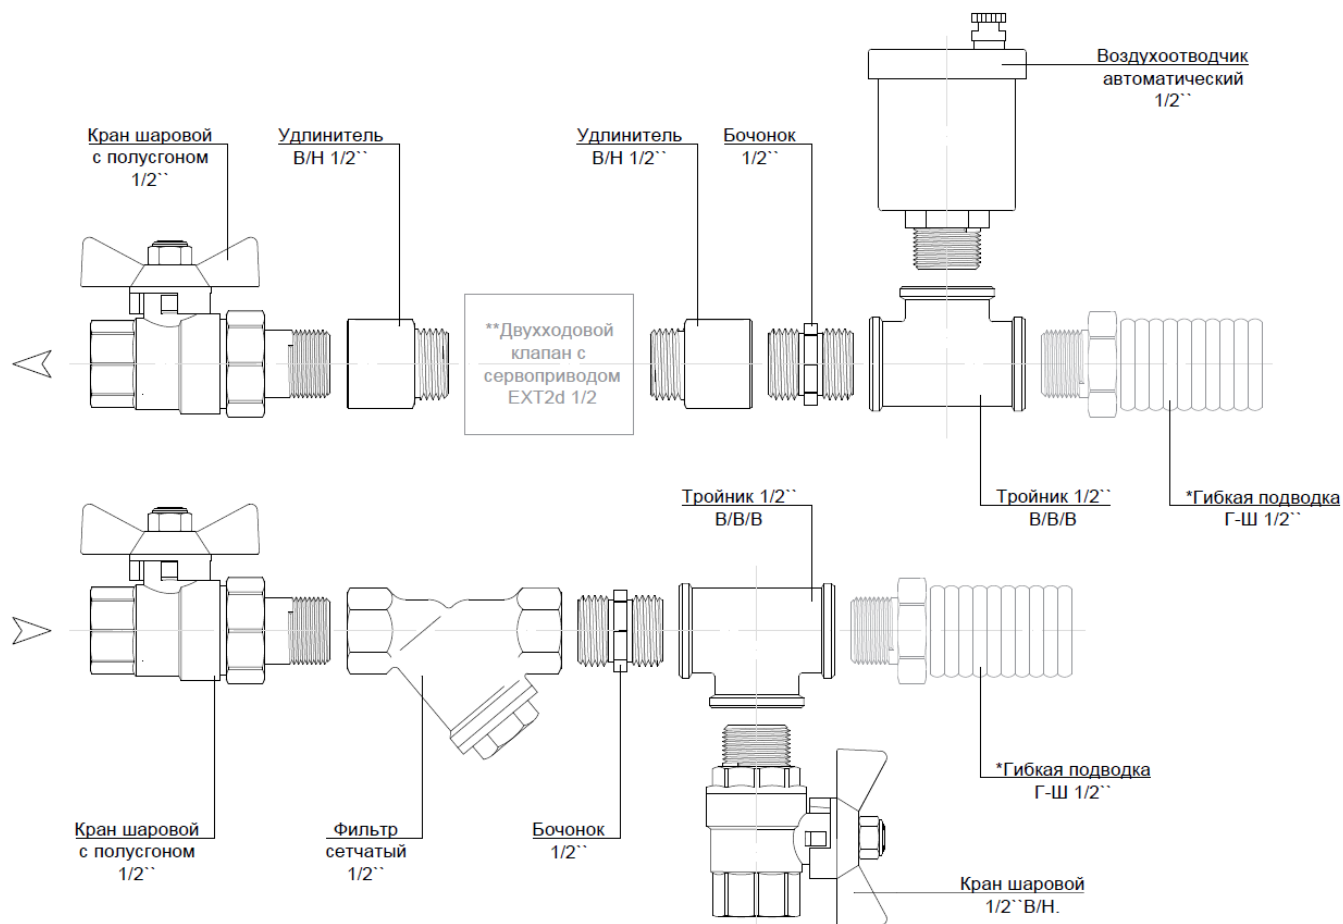

Рис. 1. Сантехнический комплект для обвязки 1С
** При необходимости комплект для обвязки можно дополнить двухходовым клапаном с сервоприводом EXT 2d 1/2, подключение которого выполняется с помощью двух удлинителей и бочонка (Рис. 1) В противном случае удлинители и бочонок не используются.